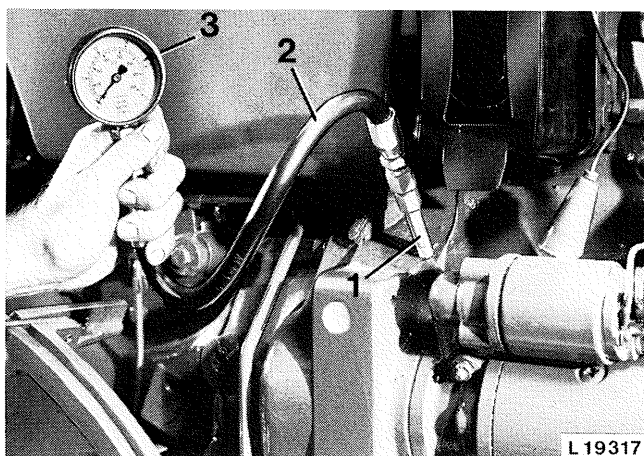

Fig. 7 — Mesure de la pression d'huile à l'aide d'un manomètre
1. Contrôler la pression d'huile à l'aide de l'outil spécial n° 19.58-90.260; raccorder le manomètre à la place du mancontact sur le carter du volant (voir fig. 7).